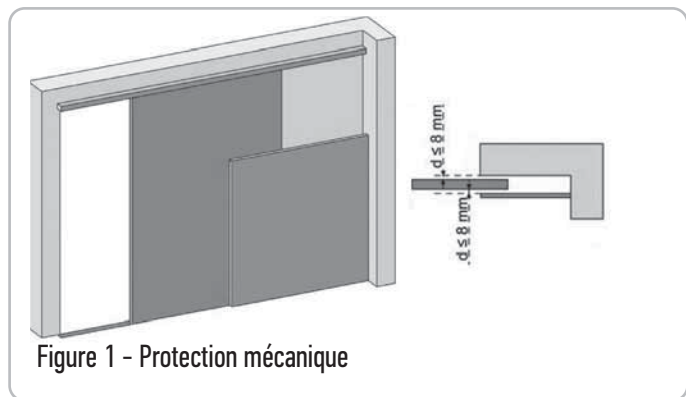
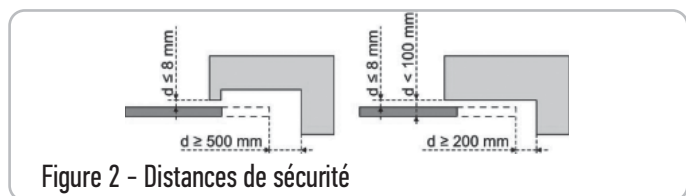

Figure 1 - Protection mécanique
Figure 2 - Distances de sécurité
<p>ZONE 2 Risque d'écrasement avec une partie fixe attenante</p>	<p>Détection d'obstacle intrinsèque à la motorisation. Valider impérativement que la détection d'obstacle est conforme à l'annexe A de la norme EN 12 453). Protection par une protection mécanique (voir Fig.1) ou par des distances de sécurité (voir Fig.2)</p>
2.1 Composition - Fig. 1
2.2 Domaine d'application - Fig. 2
Types de portes (Fig. 2)
Dimensions portes (Fig. 2)